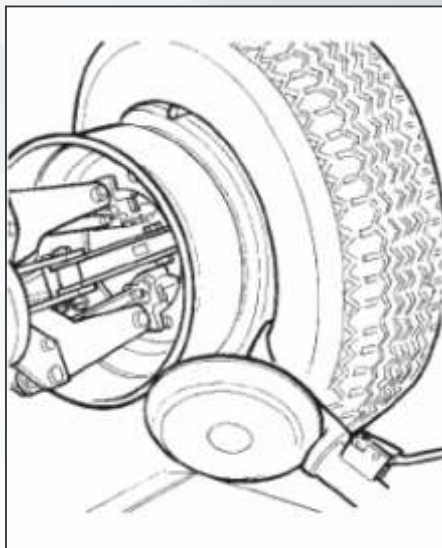

Рисунок 21
- 4) Перемещайте съемный рычаг вперед, пока красная точка не будет на одной линии с внешним краем диска на расстоянии 5 мм от него (см. рис.21). Установите переносной блок управления в рабочее положение «с».
- 9) Поверните рычаг на 180° при помощи рукоятки (см. рис.21).